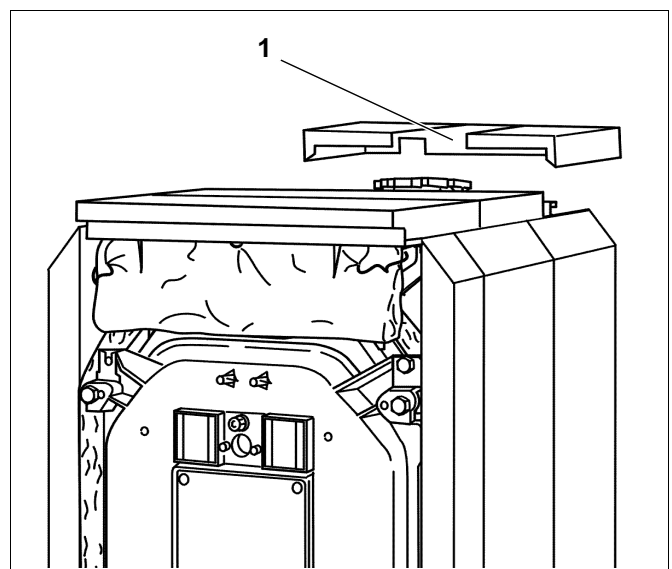

Fig. 53 Montaggio della copertura posteriore
- Disporre la copertura posteriore con le piegature ed il ritaglio per la mandata del circuito riscaldamento (fig. 53, **pos. 1**) rivolti in avanti, sui pannelli laterali.